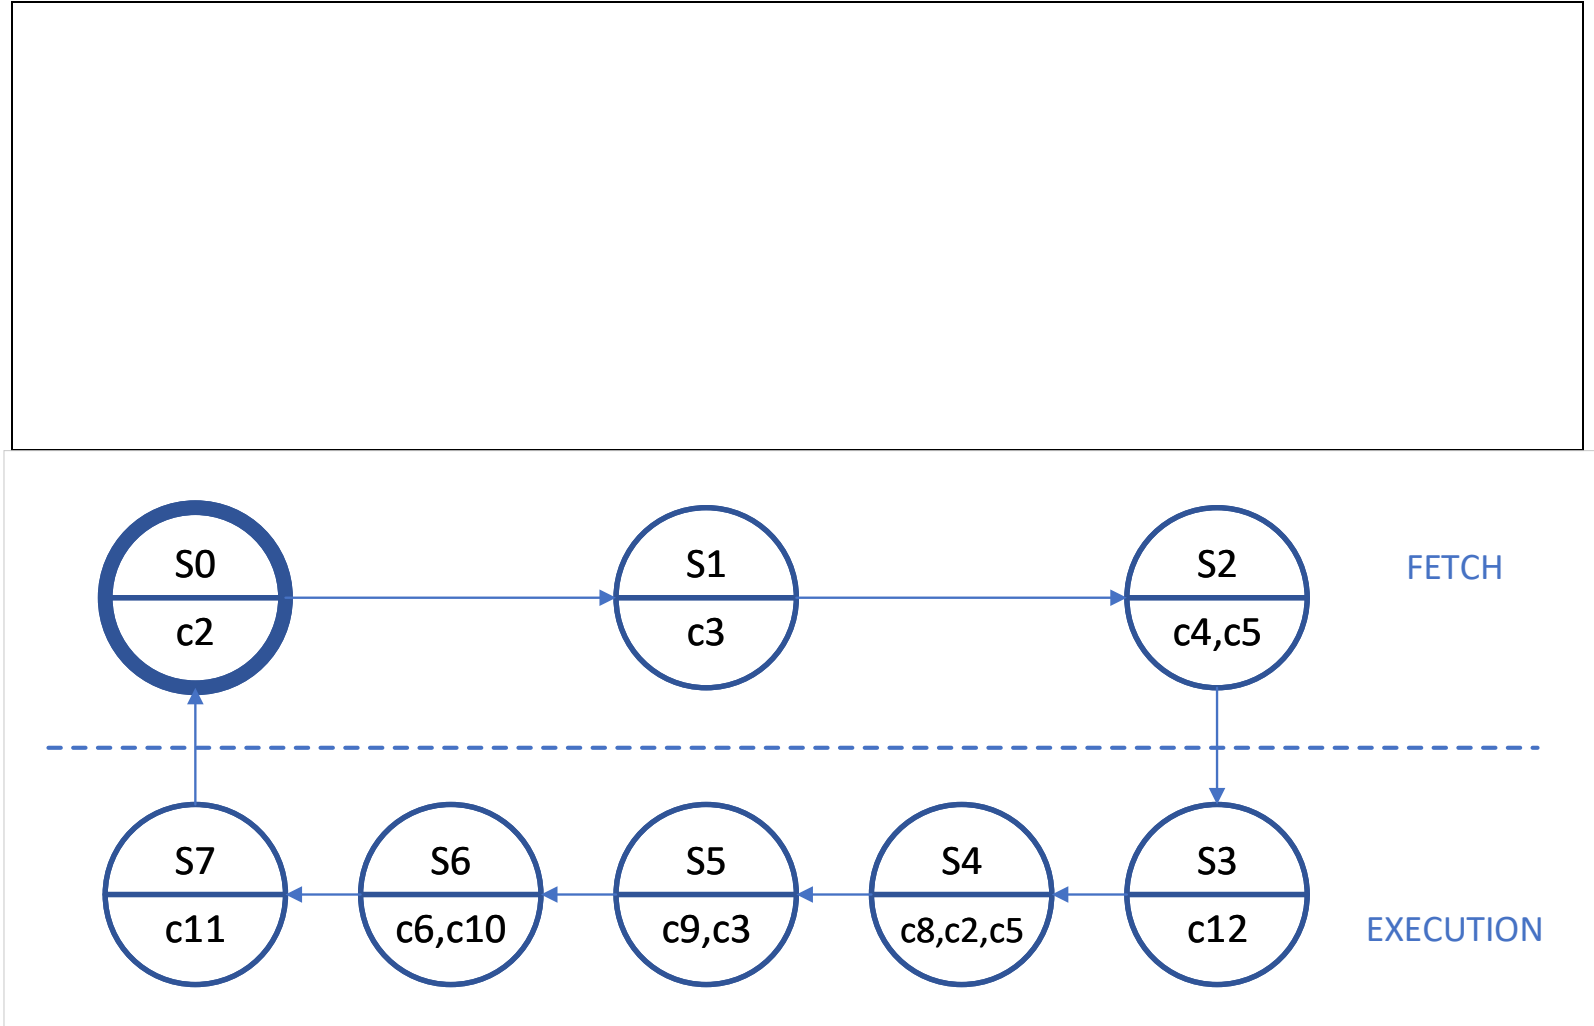

Abbildung 6: Automat für Befehl
- i) Der Automat mit dem Startzustand S0 aus Abbildung 6 beschreibt den Ablauf eines Befehls auf dem Operationswerk inklusive Befehlshol- und Befehlsausführungsphase. Erweitern Sie das horizontale Mikroprogramm ab Adresse 10101 um den durch den Automaten definierten Befehl, indem Sie den korrespondierenden RT-Code und den Teil des Mikroprogramms ergänzen. Welche Funktionalität hat der Befehl?